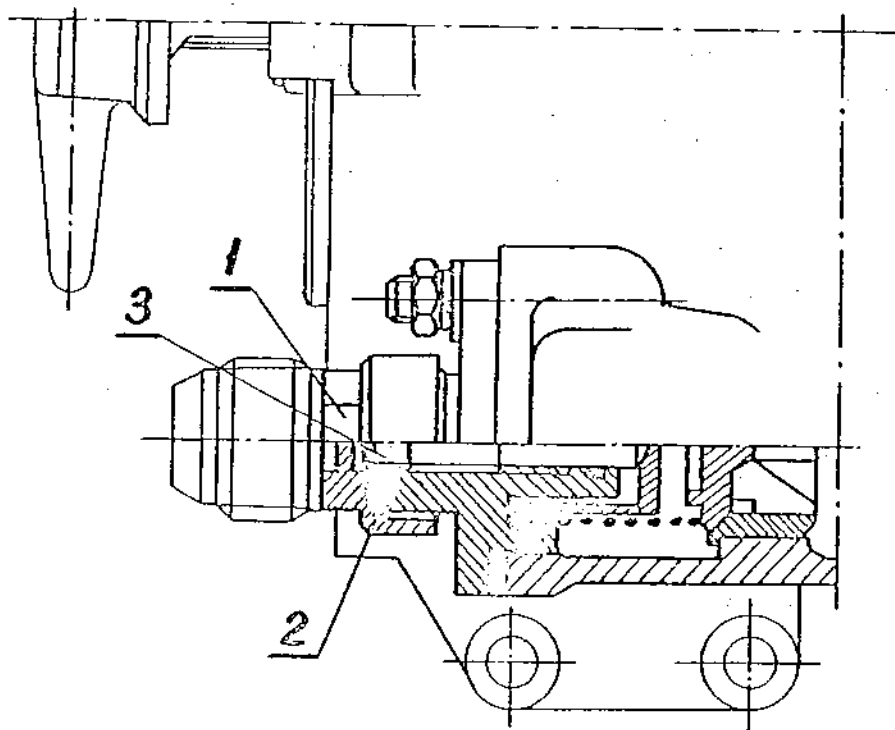

Рис. 9.3. Схема клапана давления масла.
7.1. Регулировка производится винтом, расположенным в узле маслофильтра (рис. 9.3.).
7.4. Регулировку винта, изменяющего давление масла, производить следующим образом: (см. рис. 9.3.).